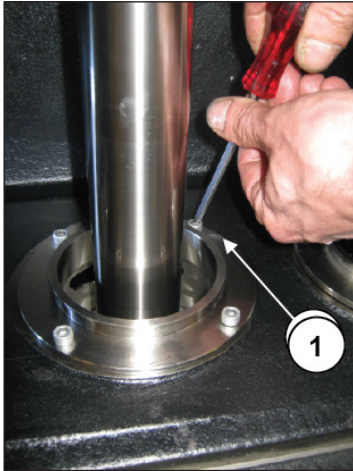

Abb. 157
Entfernen Sie den Faltenbalg und lösen Sie die vier Befestigungsschrauben M6 der drei Faltenbalg-Flansche (Pos. ①, Abb. 157).